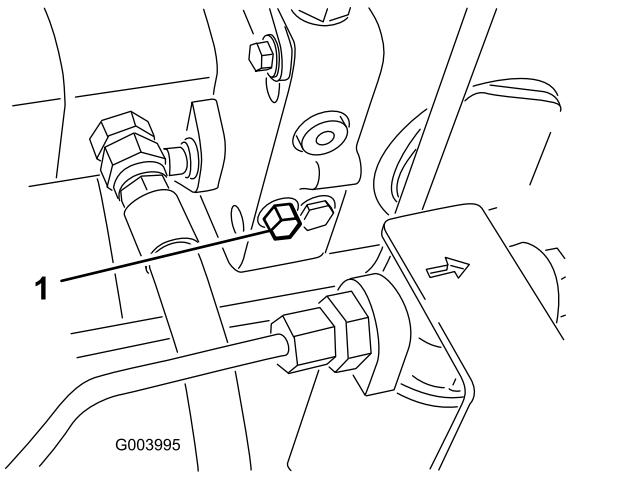

Figura 62
1. Individuate la valvola di bypass sul lato sinistro dell'idrostato (Figura 62).